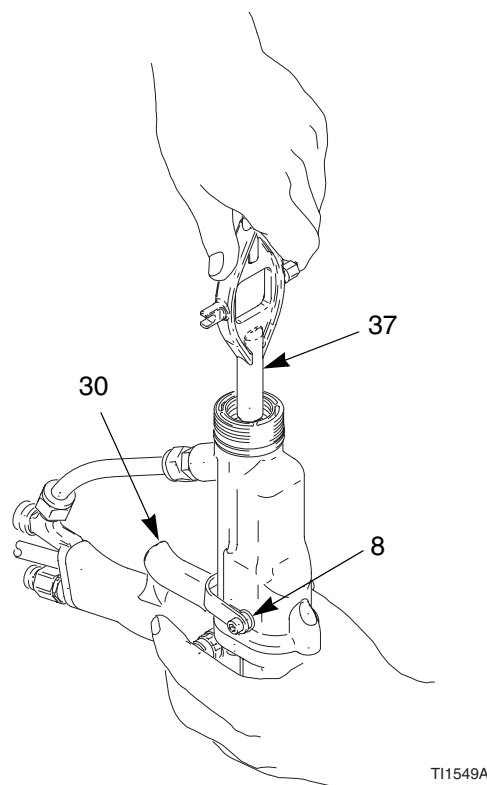

Fig. 13. Dépose de la garniture produit
4. Retirer les vis de la gâchette (8) ainsi que la gâchette (30). Voir la Fig. 13.
5. Démonter la tige de presse-étoupe (26) à l'aide de la clé multi-usage (37).